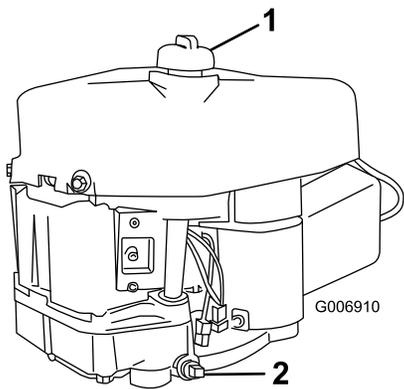

Bild 17
6. Reinigen Sie den Bereich um den Ölpeilstab (Bild 17), damit kein Schmutz in den Einfüllstutzen gelangen und den Motor beschädigen kann.
7. Stellen Sie eine Auffangwanne unter die Ölablassschraube (Bild 17) und nehmen Sie die Schraube ab.
10. Gießen Sie ca. 80 % der angegebenen Ölmenge langsam in den Einfüllstutzen (Bild 17). Prüfen Sie den Ölstand; siehe 4 und 5 unter „Prüfen des Ölstands“.
6. Gießen Sie ca. 80 % der angegebenen Ölmenge langsam in den Einfüllstutzen (Bild 17). Prüfen Sie den Ölstand; siehe 7 und 8 unter „Prüfen des Ölstands“.